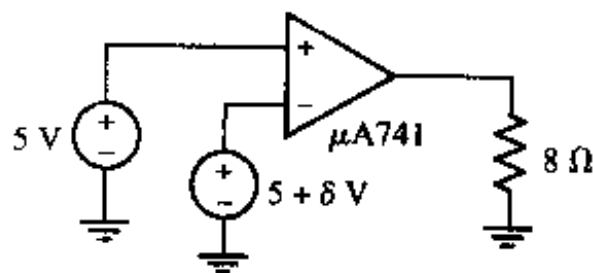

图 6.46
31. 如图 6.46 所示电路, 计算 8Ω 电阻所消耗的功率, 如果 $\delta =$ (a) 0 V ; (b) 1 nV ; (c) $2.5 \mu\text{V}$ 。